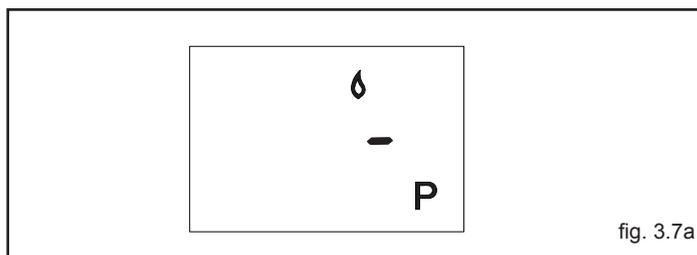
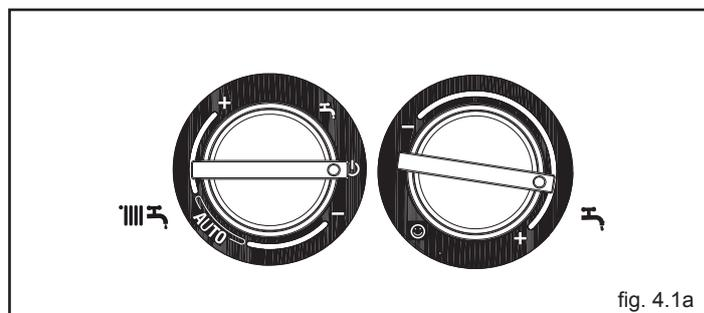

fig. 3.7a
fig. 4.1a
Il visualizzatore (4) indica la temperatura di mandata dell'acqua riscaldamento o dell'acqua sanitaria in base alla richiesta in corso. Durante l'accensione del bruciatore, in seguito ad una richiesta di preriscaldamento, il visualizzatore mostra il simbolo **P** lampeggiante e l'icona fiamma (fig. 3.7a). Per disattivare la funzione preriscaldamento ruotare nuovamente la manopola regolazione temperatura acqua sanitaria sul simbolo ☺. Riportare la manopola di regolazione temperatura acqua sanitaria nella posizione desiderata. La funzione non è attiva con caldaia in stato OFF: selettore di funzione su **⏻** spento (OFF) (fig. 4.1a).
In caso di brevi assenze posizionare il selettore di funzione su  (OFF) (fig. 4.1a).
In caso di assenze prolungate posizionare il selettore di funzione su  spento (OFF) (fig. 4.1a).